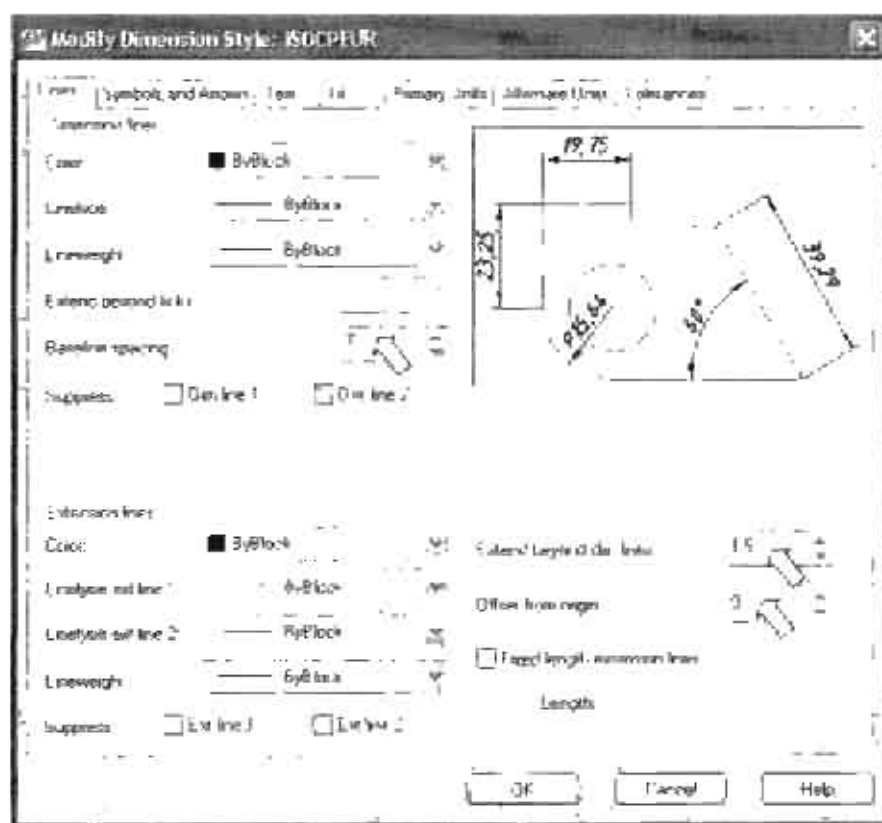

Рис. 3-16. Диалоговое окно **Modify Dimension Style** на вкладке **Lines** (Линии) с установками нового размерного стиля **ISOCPEUR**
- На вкладке **Lines** (Линии) (рис. 3-16) в области **Dimension Lines** (Размерные линии) в поле **Baseline spacing** (Шаг в базовых размерах) увеличьте расстояние между размещенными линиями базовых размеров с 3,75 до 7 мм. В области **Extension Lines** (Выносные линии) в поле **Extend beyond dim lines** (Удлинение за размерные) увеличьте выступ выносных линий за размерные с 1,25 до 1,5 мм. В поле **Offset from origin** (Отступ от объекта) установите расстояние от объекта до начала выносной линии равное 0.